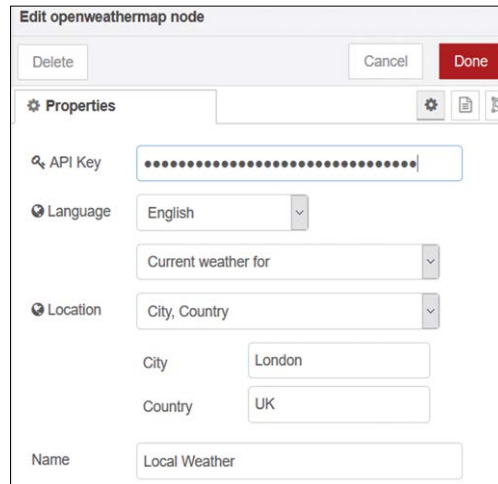

Figure 4.43 Configuration du nœud openweathermap
- Double-cliquez sur le nœud et entrez votre clé API, sélectionnez la météo actuelle et entrez votre ville et votre pays comme indiqué dans la figure 4.43. Nommez le nœud **Météo locale**. Cliquez sur **Terminé**.